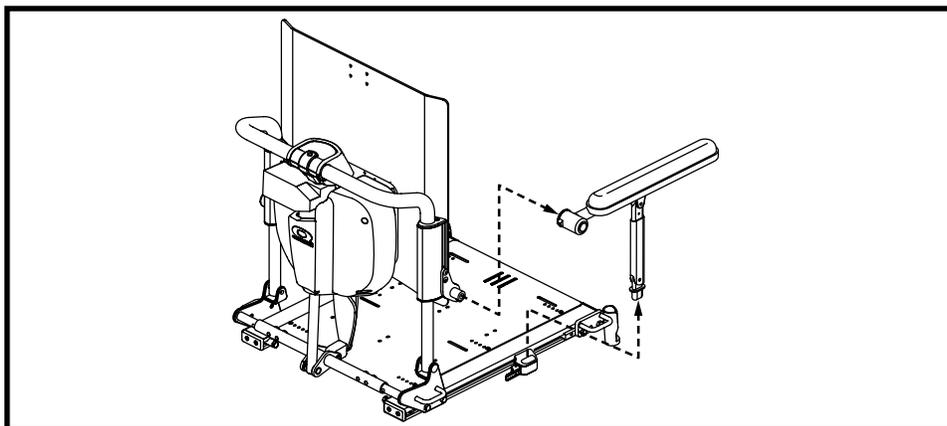

Figure 25. Enlèvement de l'accoudoir
2. Pesez sur le bouton du tube latéral. Voir la figure 25.
3. Tirez et soulevez l'accoudoir pour le retirer du siège. Voir la figure 25.